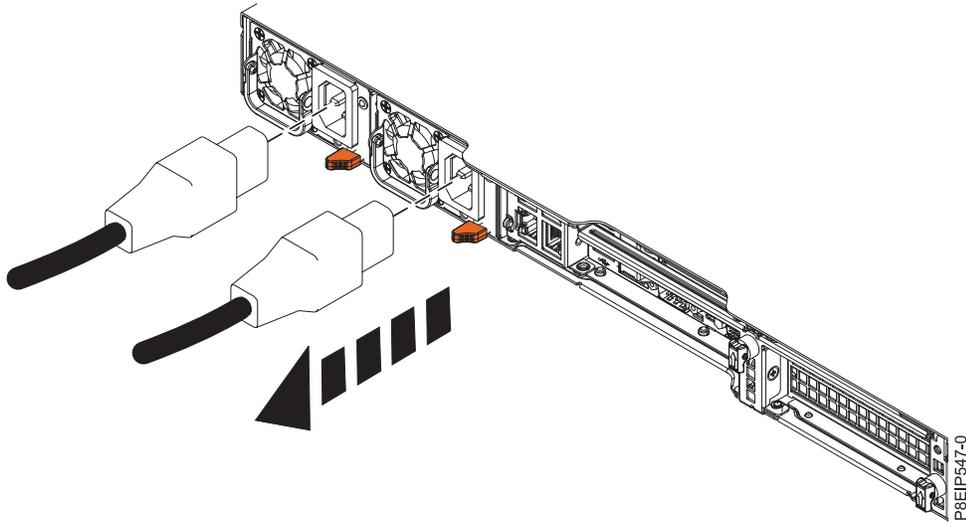

図 101. システムからの電源コードの取り外し
2. 電源コードにラベルを付けて、システム装置から切り離します ( 103 ページの図 101 を参照)。